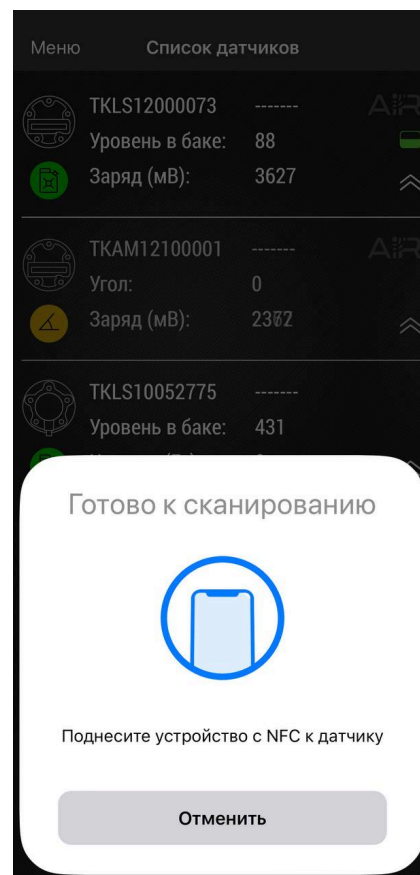

Рис.13. Активация по NFC
5. Поднесите NFC сканер мобильного устройства к верхней части датчика TKLS-Air, который нужно активировать (**Рис.13**).